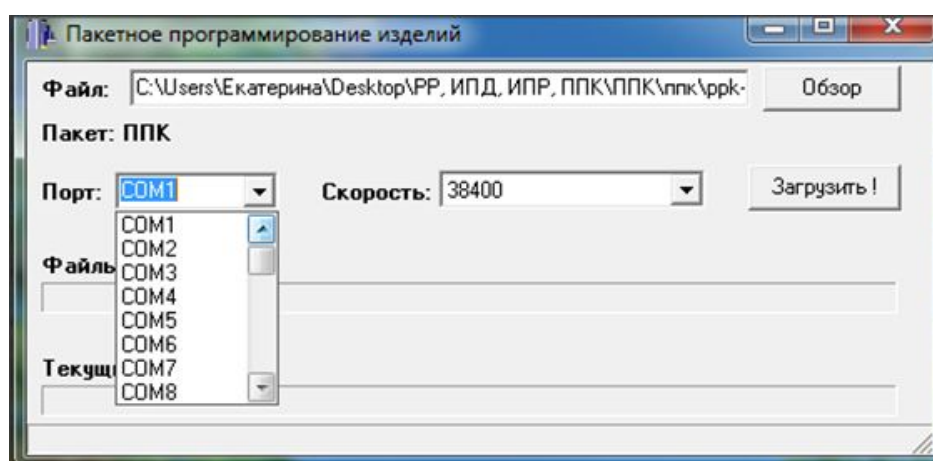

Рисунок 8 - Выбор COM-порт
- 1.2.9. Выбрать используемый COM-порт для загрузки программного обеспечения из всплывающего списка **Порт** (рисунок 8).